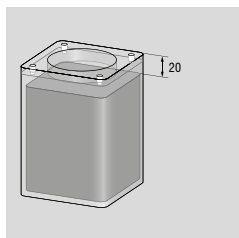

Fig. 12.3.1
3. Til en ny påfyldning af den hydrauliske donkraft skal der bruges i alt 700 ml hydraulikolie (se hertil også kapitel 6.6 – hydraulikolie og smøremiddelanbefaling). Fyld først olietanken med hydraulikolie til 20 mm under kanten (fig. 12.3.1). Påfyld derefter det resterende hydraulikolie via den åbnede oliepåfyldningskrue (ciffrer 9, se tegning – kapitel 6.2).